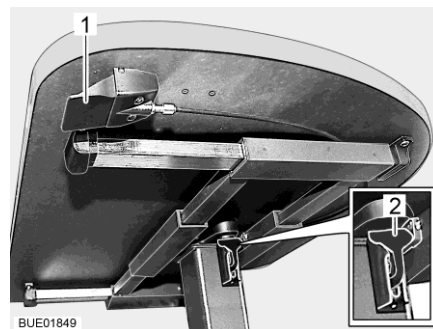

Bild 54 Lyftbord med frigöringsknapp
- Dra eller tryck låsarmen (Bild 54,2) nedåt.
- Tryck låsarmen (Bild 54,2) uppåt.
- Tryck på frigöringsknappen (Bild 54,1) och håll den intryckt. Bordsskivan åker själv upp till det övre ändläget.
- Släpp frigöringsknappen (Bild 54,1). Bordsskivan stannar i den valda positionen.
- Tryck på frigöringsknappen (Bild 54,1) och håll den intryckt.
- Släpp frigöringsknappen (Bild 54,1). Bordsskivan stannar i den understa positionen.